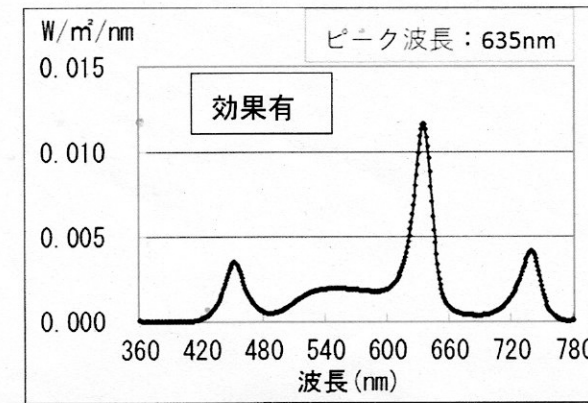

図 1 アスター社の波長分布と放射照度
- ・ピーク波長（635nm、赤）で放射照度は約 $0.013\text{W/m}^2/\text{nm}$ で、遠赤色光が含まれた（図 1）。